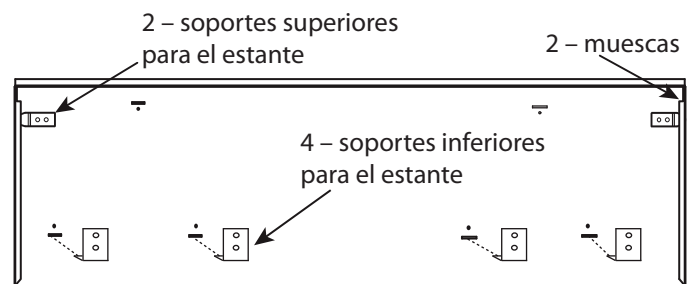

Figura 15: 48 Pulg Dorso de la placa mural
5. Instale la placa mural colocando las muescas de las esquinas (dorso de la placa mural) encima de los dos soportes superiores del estante. Deslice el accesorio del estante hacia arriba hasta que la parte inferior se enganche en los soportes inferiores (Figura 15).